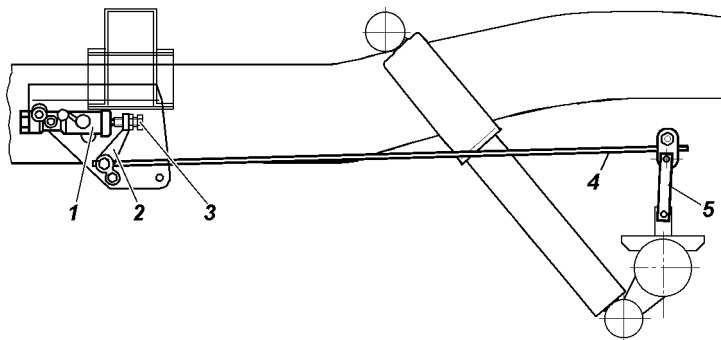

Рис. 9.34. Привод регулятора давления:
В процессе эксплуатации и при замене задних рессор необходимо регулировать усилие упругого рычага 4 (рис. 9.34) на поршень регулятора. Регулировку производите в следующей последовательности:
4. Доверните болт 3 (см. рис. 9.34) на 2 и 1/3 оборота (14 граней головки болта).